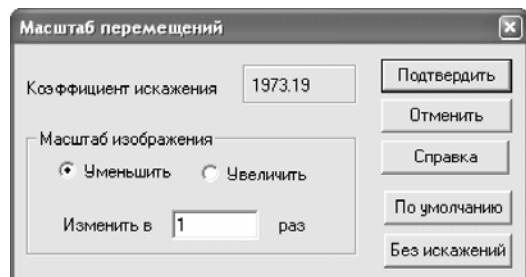

Рис.5.29. Диалоговое окно **Масштаб перемещений**
- В диалоговом окне **Масштаб перемещений** (рис.5.29) при активной радио-кнопке **Уменьшить** введите в поле **Изменить в** значение **3** и щелкните по кнопке **Подтвердить**.